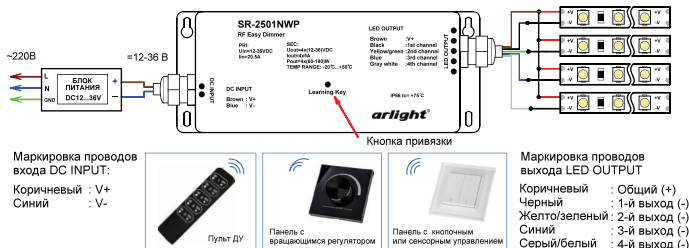

Рис.1. Схема подключения и цветовая маркировка проводов.
3. Подключите светодиодную ленту или другой светодиодный источник света к выходу **OUTPUT** диммера, соблюдая полярность и цветовую маркировку проводов (Рис. 1).
4. Подключите провода входа питания **INPUT** диммера к выходу блока питания, соблюдая полярность и цветовую маркировку проводов (Рис.1).